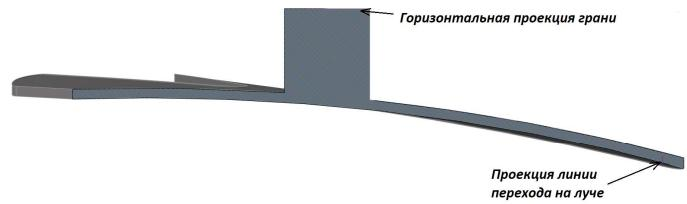

Рис. 63. Горизонтальная проекция грани бобышки
- проецируем горизонтальную грани бобышки (рис. 63).